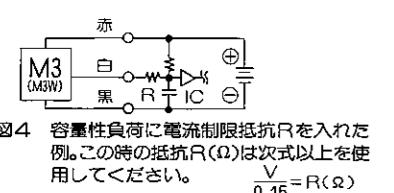

図4 容量性負荷に電流制限抵抗Rを入れた例。この時の抵抗R(Ω)は次式以上を使用してください。
- 容量性負荷(コンデンサ)を接続する場合には、スイッチON時に突入電流が発生しますので図4に示す保護回路を必ず設けてください。
尚、配線長が表1を超える場合は、図3、図4の接点保護回路を設けてください。